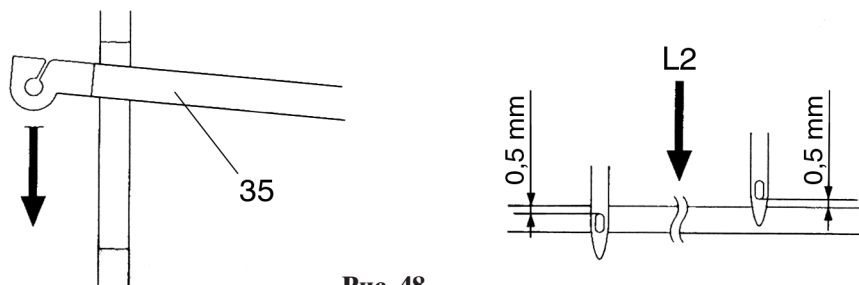

Рис. 48
Если нитеводитель петлителя 35 находится в своей самой верхней точке, опускающаяся игла должна находиться в положении, показанном на рис. 48.
- Поворачивая маховик в нормальном направлении, переведите иглу в положение показанное на рис. 48.
Если строчка 2-ниточного цепного стежка слишком слабая или соответственно слишком тугая (рис. 51 и 52), то этот недостаток можно устранить в пределах допуска высоты игольного ушка согласно рис. 48.